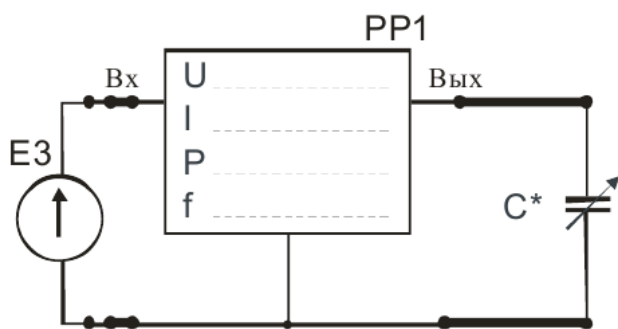

Рис. 2
2.3. Для определения величины емкости конденсатора собрать схему по рис. 2. В качестве исследуемого конденсатора C^*